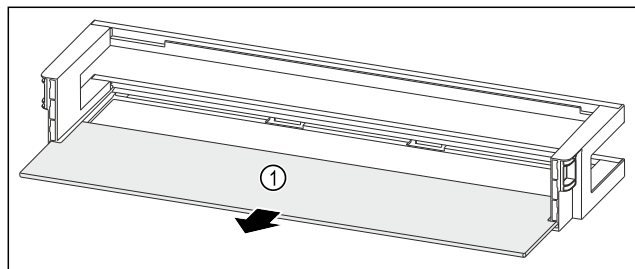

Fig. 84 Deurrek met draagplateau
- ▶ Draagplateau Fig. 84 (1) verwijderen.